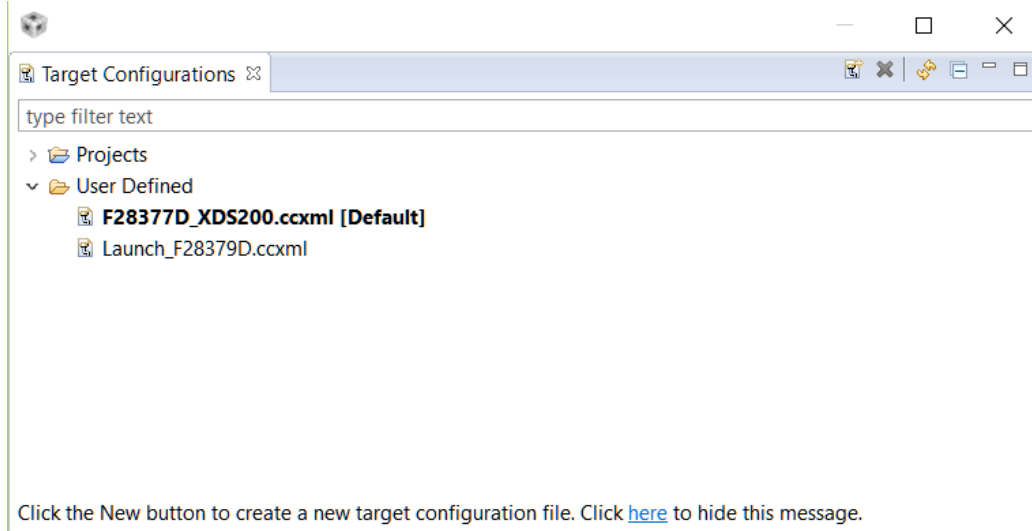
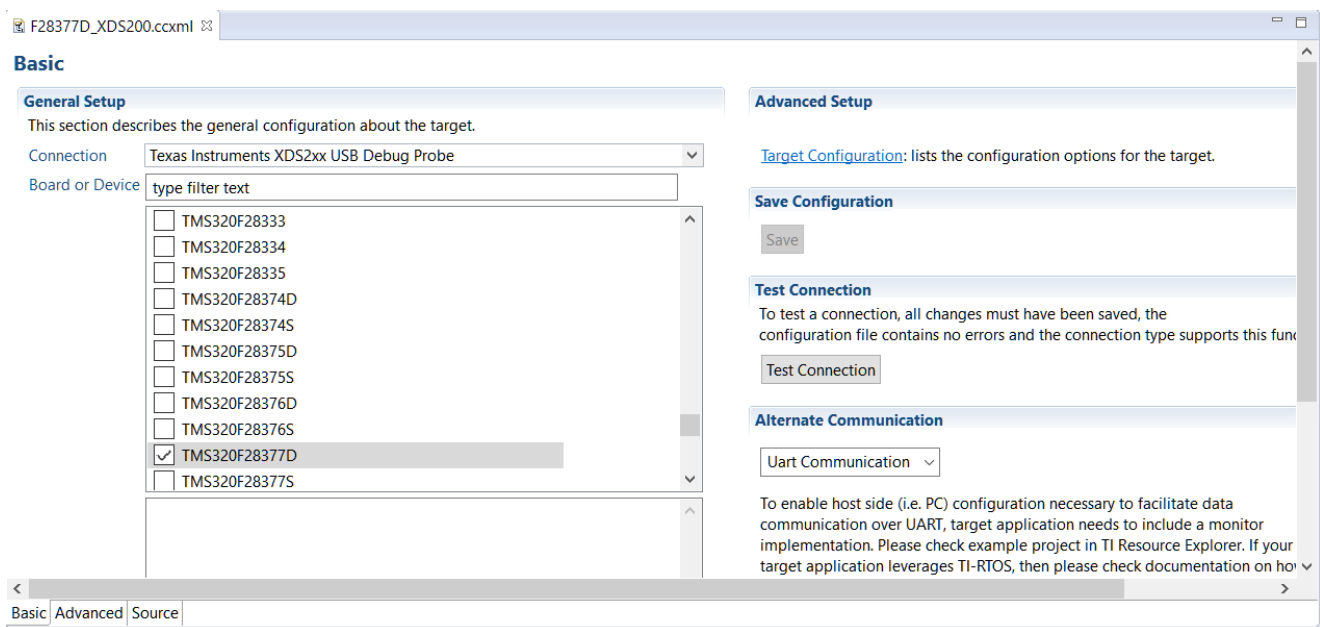

图 9-2. 目标配置视图
图 9-3. 测试连接
9. **检查目标配置**：目标配置文件 (.ccxml) 包含连接到目标器件和在用 JTAG 调试探针所需的信息。要查看当前目标配置，请在 CCS 的“View”选项卡下选择“Target Configurations” (图 9-2)。双击与要调试的目标对应的 .ccxml。如果正确安装了调试探针的驱动程序并且选择了正确的选项，则 **Test Connections** 按钮 (图 9-3) 应该可供使用并准备好执行。此测试的数据日志可以帮助查明连接问题的原因，请勿跳过此步骤。许多示例工程作为 C2000Ware 或 controlSuite 的一部分进行安装，它们具有一个 **target configs** 文件夹。这个文件夹中包含一个 .ccxml 文件，该文件是基于默认 EVM 和调试器的假设预先创建的。当使用 **Debug** 图标启动调试会话时，会使用此文件。如果 **Debug** 按钮是启动调试会话所需的方法，则需要修改 **target configs** 中的 .ccxml。